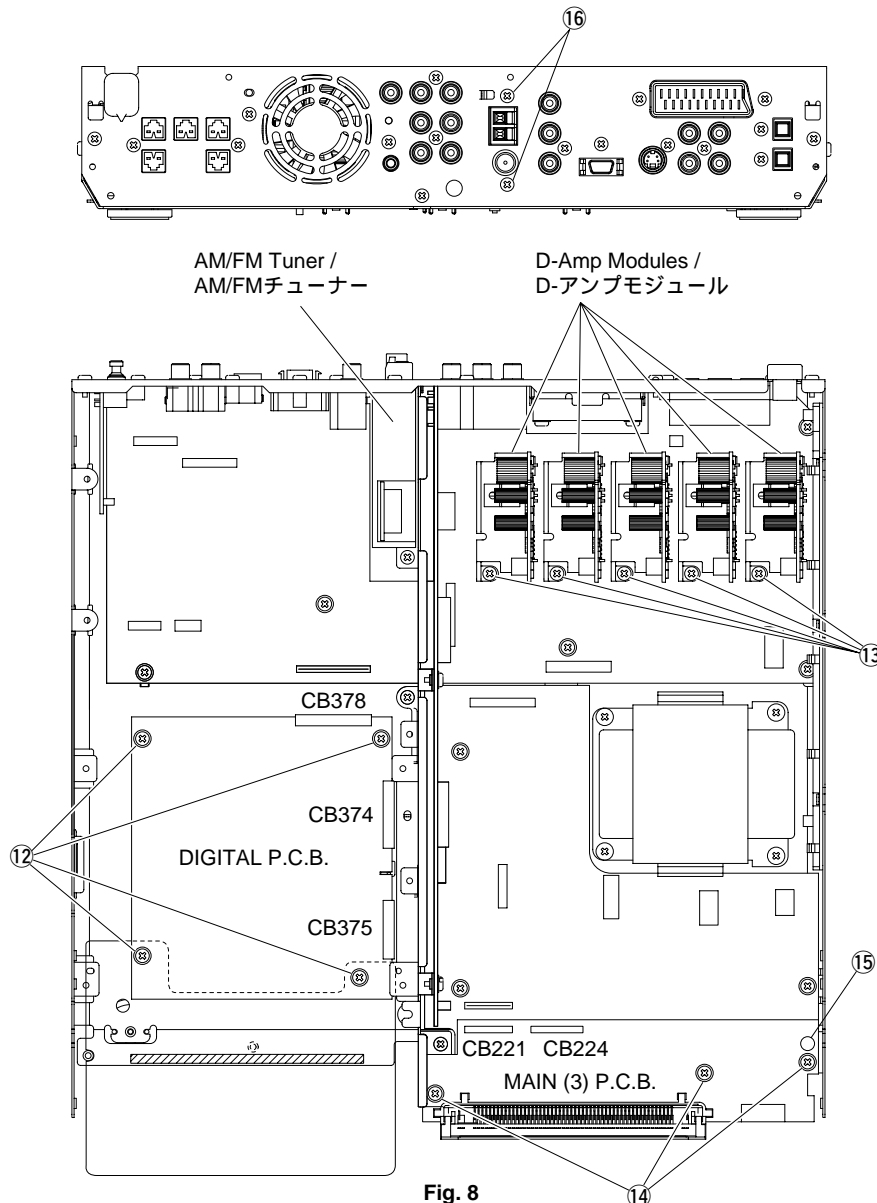

Fig. 8
- Remove connectors CB374, CB375 and CB378 in Fig. 8.
- Remove 4 screws (⑫) and then remove the DIGITAL P.C.B. in Fig. 8.
Remove 5 screws (⑬) and then remove the D-Amp Modules in Fig. 8.
7. Removal of MAIN (3) P.C.B.
- Remove connectors CB221 and CB224 in Fig. 8.
- Remove 3 screws (⑭) and 1 push rivet (⑮) and then remove the MAIN (3) P.C.B. in Fig. 8.
Remove 2 screws (⑯) and then remove the AM/FM Tuner in Fig. 8.
- コネクターCB374、CB375、CB378を外します。(Fig. 8)
- ⑫のネジ4本を外し、DIGITAL P.C.B.を外します。(Fig. 8)
⑬のネジ5本を外し、D-アンプモジュールを外します。(Fig. 8)
7. MAIN (3) P.C.B.の外し方
- コネクターCB221、CB224を外します。(Fig. 8)
- ⑭のネジ3本、⑮のプッシュリベット1本を外し、MAIN (3) P.C.B.を外します。(Fig. 8)
⑯のネジ2本を外し、AM/FMチューナーを外します。(Fig. 8)